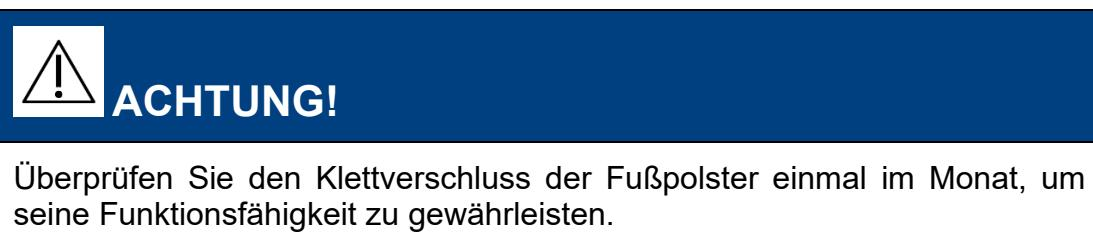

Abbildung 11. Verwendung von Kabelbindern.
3. Befestigen Sie die Kopfsteuerungskabel so nah wie möglich an der vertikalen Stange und dem Fahrgestell oder Rahmen des Rollstuhls oder dem Rollstuhlsitz. Die Verwendung von Kabelbinder alle 15 bis 20 cm wird dringend empfohlen. Siehe Abbildung 11.